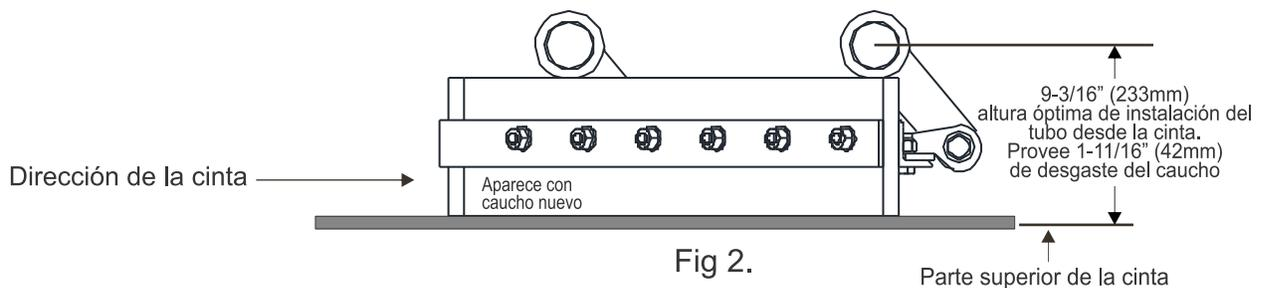

Fig 2.
- Paso 2** Monte el lado de retorno V-PlowXD para el que centro de los tubos de soporte sea 9-3/16" (233mm) encima de la cinta como se muestra en la Fig. 2. Esto asegurará que el marco de acero y el hardware no toquen la cinta cuando se desgaste de la goma del arado.